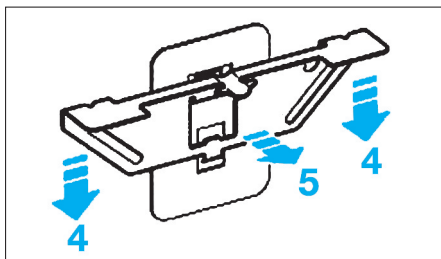
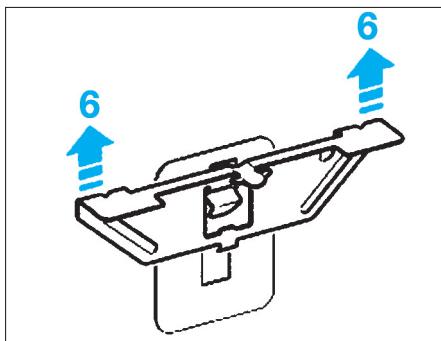

FIG. 12
FIG. 13
- l'airbag rideau en abaissant en (4) l'airbag pour faire descendre l'agrafe fixée sur la caisse, en tirant en (5) sur l'airbag de manière à dégager l'agrafe de sa partie supérieure (Fig.12) et en levant l'ensemble en (6) (Fig.13).